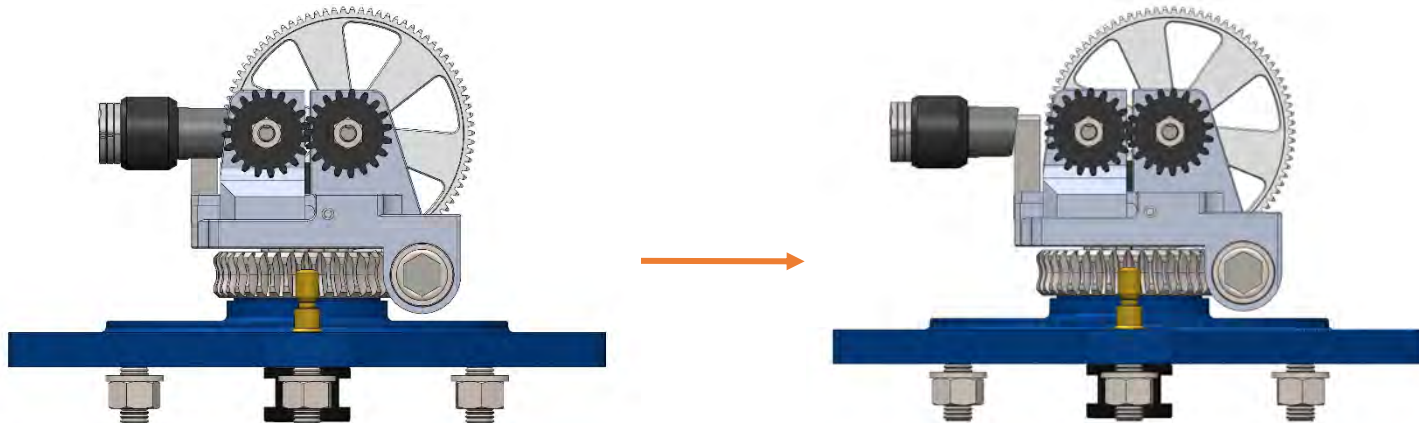

Figura 27
2. Svitare la manopola fino a raggiungere la posizione di finecorsa. Figura 27;